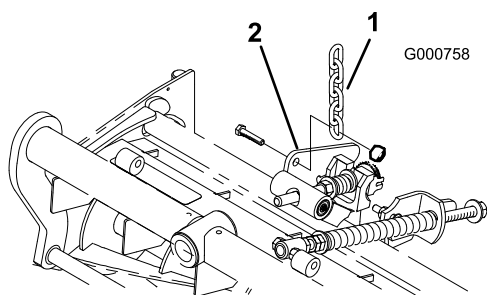

図 6
12. ターフ補正スプリングのブラケットをカッティングユニット・スタビライザの耳に止めているナットを外す(図 6)。チェーンをキャップスクリューに通し、外したナットで固定する。